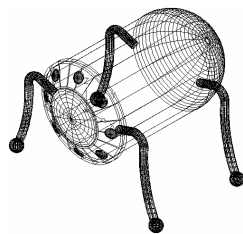

图 6-2-28 复制音箱脚
(9) 复制处理。单击“修改”工具栏中的“复制”按钮, 根据命令行的提示进行操作, 选择两个音箱脚和球体并按回车键, 以原点为基点, 然后以 (0,20) 为目标点, 进行复制处理, 结果如图 6-2-28 所示。